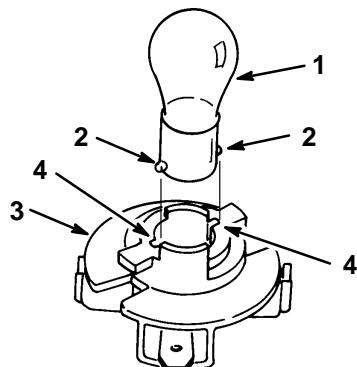

Abbildung 54
4. Die Birne hereindrücken, im Gegenuhrzeigersinn bis zum Anschlag drehen (ca. 1/4 Umdrehung) und aus der Birnenfassung herausnehmen (Abb. 54).
1. Die Glühbirne hat Metallstifte an der Seite ihrer Basis. Die Stifte auf die Schlitze in der Birnenfassung ausrichten und die Basis in die Fassung einsetzen (Abb. 54). Die Birne hereindrücken und bis zum Anschlag im Uhrzeigersinn drehen.